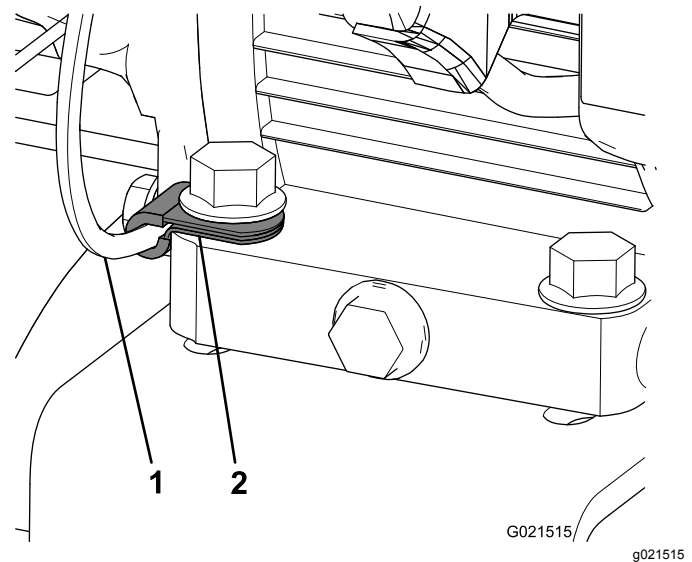

Bild 5
21. Befestigen Sie den neuen Clip am Gaszug und schrauben ihn mit der verbleibenden Schraube an der Motorumrüstungsbefestigungshalterung fest (**Bild 5**).